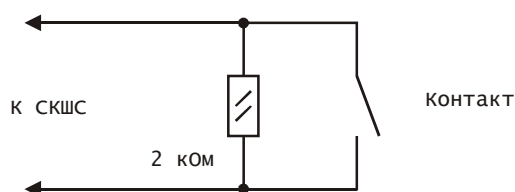

Рис. 4 Схема включения ШС с контролем обрыва
При подключении одного ШС к СКШС по схеме на, Рис. 4 собственный ток потребления СКШС увеличивается на:
5.8. Если СКШС является последним устройством в линии связи с БЦП, перемычку согласующего резистора (Рис. 4) необходимо замкнуть.